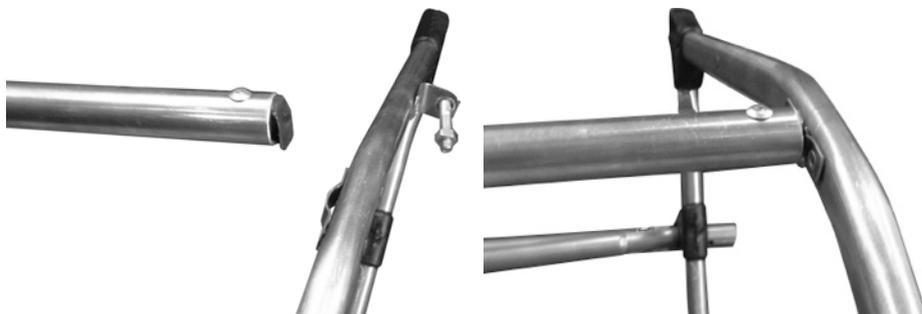

Рис.3. Закрепление миделя.
4. Соедините носовой мидель и шпангоут №1. Для этого вставьте крючок миделя в скобку для крепления мидельвейса шпангоута (рис.3).